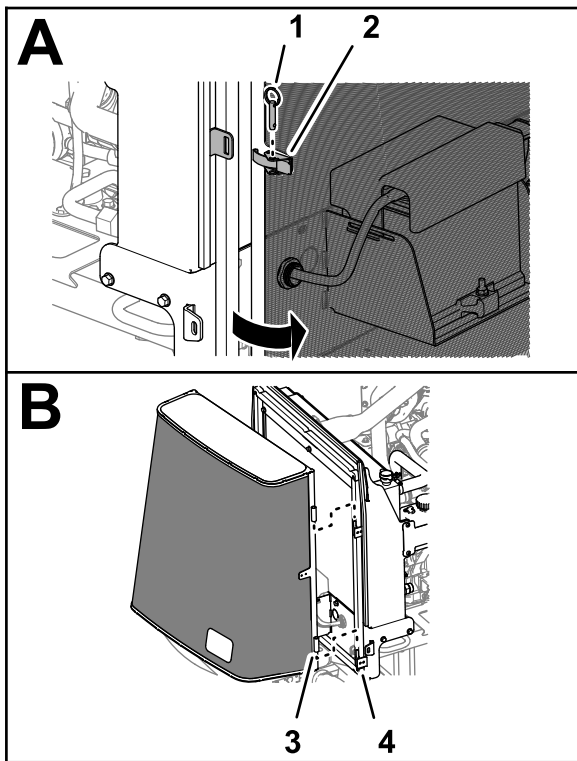

Figura 2
4. Retire el pasador de bola que fija la cerradura de la rejilla (Figura 2).
- Desenganche la rejilla (Figura 2).
- Levante la rejilla de los pasadores de giro del bastidor del radiador (Figura 2).